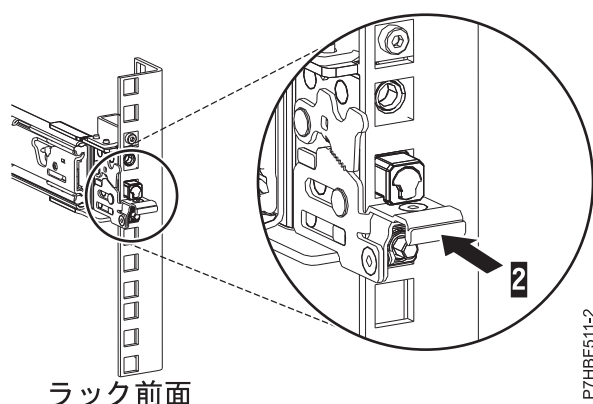

図 4. ラックの前面レールに取り付けられているラッチ
4. スライド・レールを前方に引きながら、3 つのピンがラックの穴から突出していることを確認した後に前面ラッチ **(2)** を最後まで押し込みます。詳しくは、図 4 を参照してください。